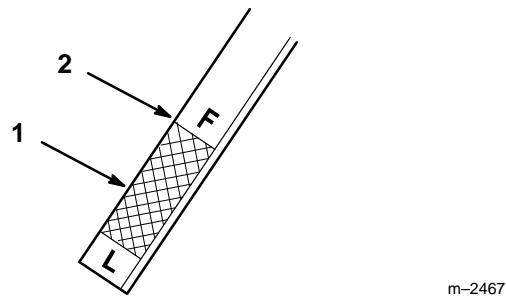

Figure 44
- Insérer la jauge à fond dans le goulot de remplissage (Fig. 5). Retirer la jauge et lire le niveau d'huile sur l'extrémité métallique. Quand la transmission est froide, le niveau doit arriver dans la plage spécifiée sous le repère du plein, "F" (Fig. 44).
- Si le niveau d'huile est bas, rajouter lentement juste assez d'huile détergente SAE 10W-30 dans le goulot de remplissage pour amener le niveau au repère du plein (F).